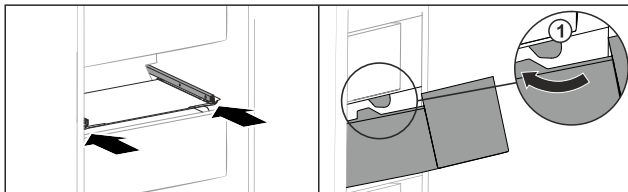

Fig. 217
- ▶ Far passare il cassetto intorno ai fermi Fig. 217 (1).